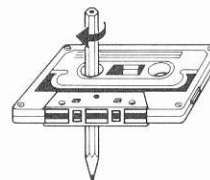

Fig. 3
- 1) Loose tape may become tangled in the tape transport mechanism. Remove slack by winding the tape with a pencil. (Fig. 3)
- 1) Las cintas sueltas pueden enredarse en el mecanismo de transporte. Eliminar tal flojedad enrollándola con un lápiz (Fig. 3).
- 1) Une bande détendue risque de s'entortiller dans le mécanisme d'entraînement de la bande. Retendre la bande en tournant avec un crayon. (Fig. 3)